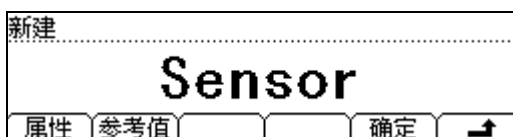

图 2-39 新建任意传感器界面
- 按 **↩** 键，完成参数设置，返回 **新建** 界面（图 2-39）。
(3) 按 **确定** 键（图 2-39），此时将出现 **保存** 和 **应用** 2 个菜单选项。